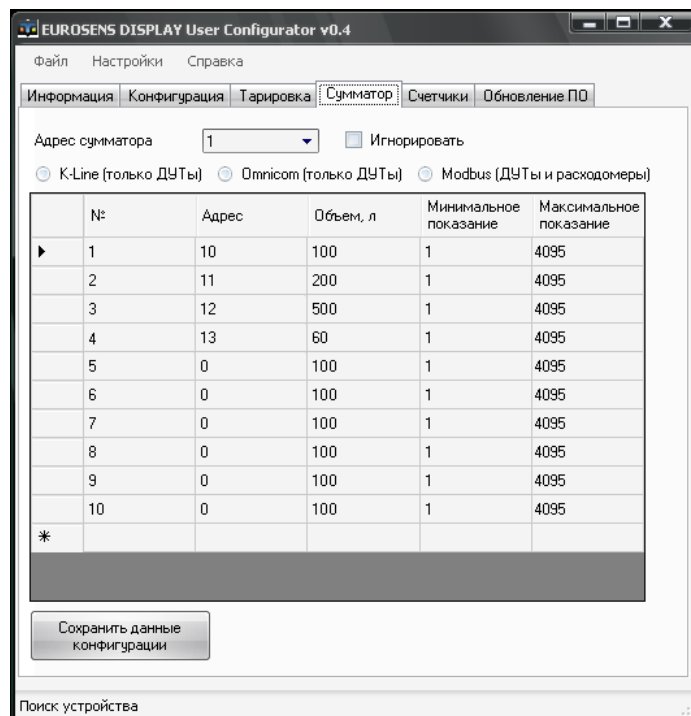

Рис.50
- Адрес сумматора выбирается произвольным образом от 1 до 255 (рис.50).
- Заполняется таблица ведомых датчиков. Каждому ведомому датчику присваивается уникальный адрес и, согласно расположению на транспортном средстве, указывается объем бака, минимальное и максимальное значения. Данные должны совпадать с настройками ведомых датчиков (рис.50).